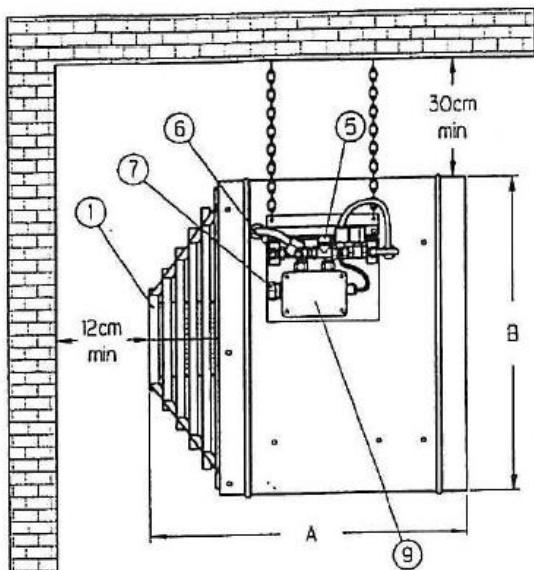
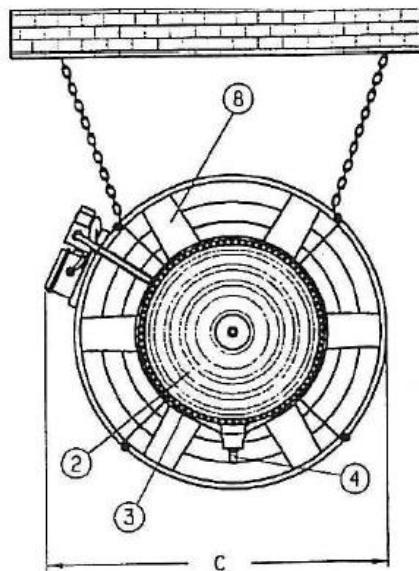

fig.1
fig.2
- L'appareil doit être installé en position horizontale et avec le goulot de vidange (4) tourné vers le bas. Il est conseillé de relier un tuyau flexible ayant un diamètre interne de 16mm au goulot.
- Respecter les distances minimum indiquées sur la fig.1
- Pour suspendre l'appareil, utiliser des chaînes ou des câbles métalliques qui soient en mesure de supporter sans problèmes le poids de la machine (tab.1, Fig.1, Fig.2). Ne pas utiliser de cordes en chanvre ou en général, de cordes faites avec un matériau sensible à l'humidité.